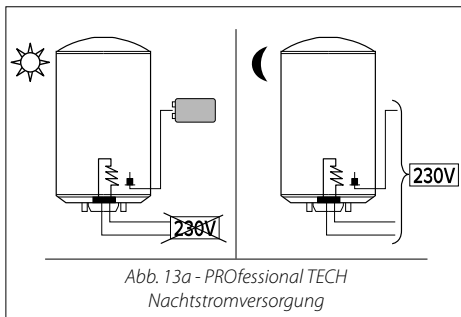

Abb. 13a - PROfessional TECH Nachtstromversorgung
① Nachtstromversorgung + Batterien
- > Heizelement ↔ Nachtstromversorgung (ausschließlich oder zwei Timer-Zeitprogramme) (Abb. 13a).